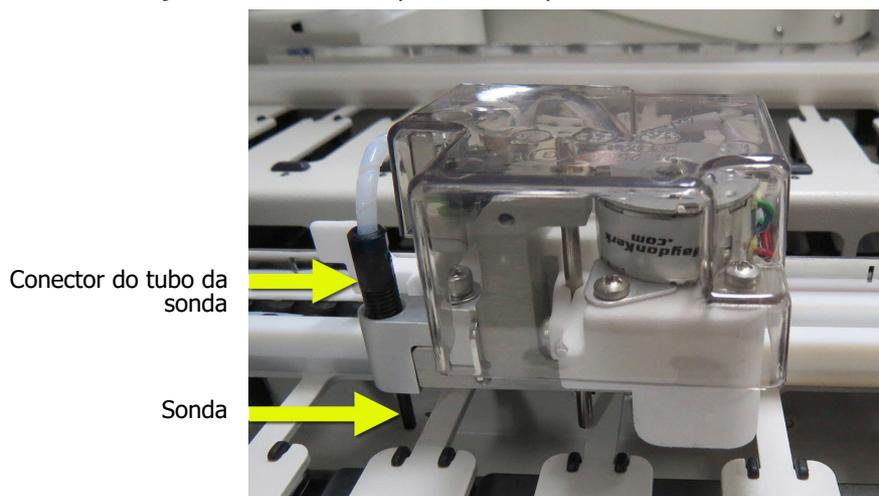

Figura 139: Limpe as três sondas do robô auxiliar com solução de álcool a 70% (a sonda está indicada)
6. Desparafusar o conector do tubo da sonda que estiver sendo substituída e empurrar a sonda para cima e para fora do robô auxiliar (consulte Figura 139).